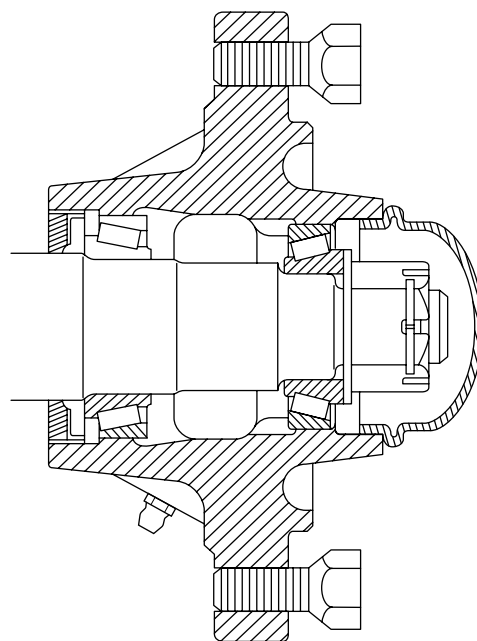

図 35
2. ハブキャップ、コッターキー、スロット付きナット、ワッシャを外す 図 35。